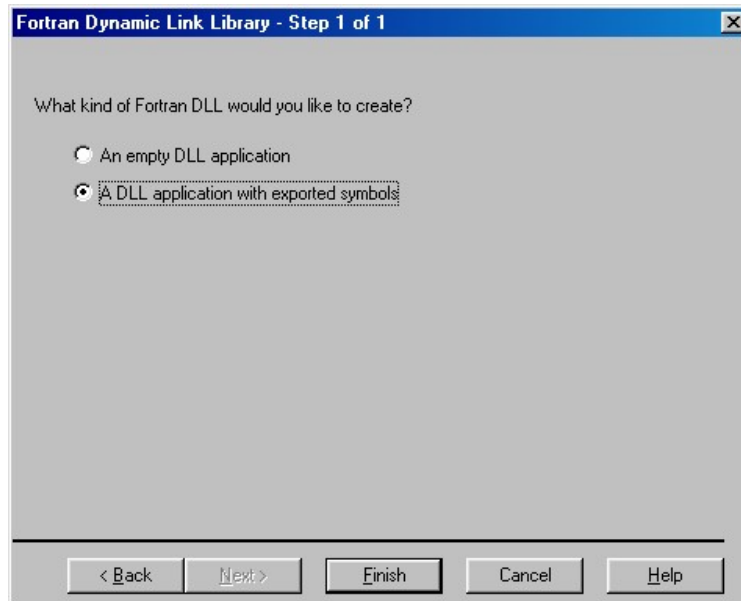

Figura 1.10.2. Paso 1 de 1 del asistente de Fortran Dynamic Link Library.
6. Seleccione como tipo de DLL a crear la opción de **Una aplicación de DLL con exportación de símbolos** (A DLL application with exported symbols) como se muestra en la figura 1.10.2.